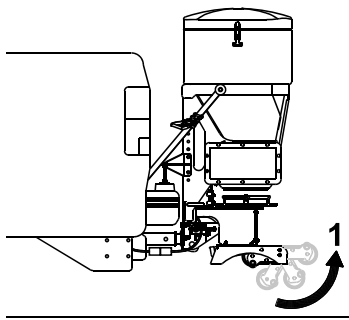

Bild 23
3. Klappen Sie die Räder an der Haltevorrichtung unter dem Streuer nach außen (Bild 23).